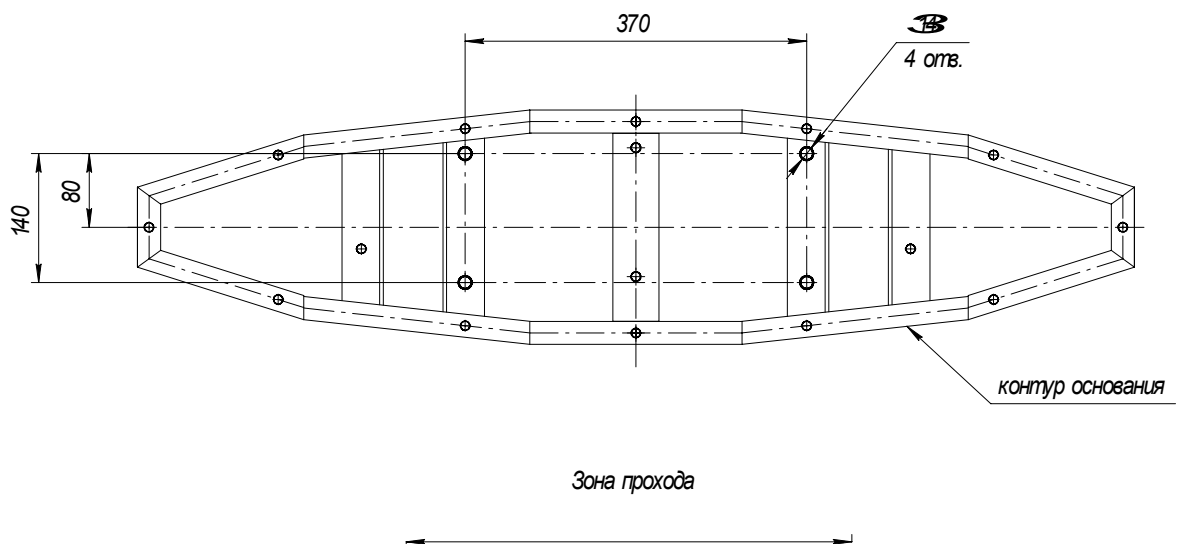

Рис. 4.
- 2) Подготовить в полу отверстия под крепежные элементы (см. Рис. 4) и паз для прокладки кабелей.